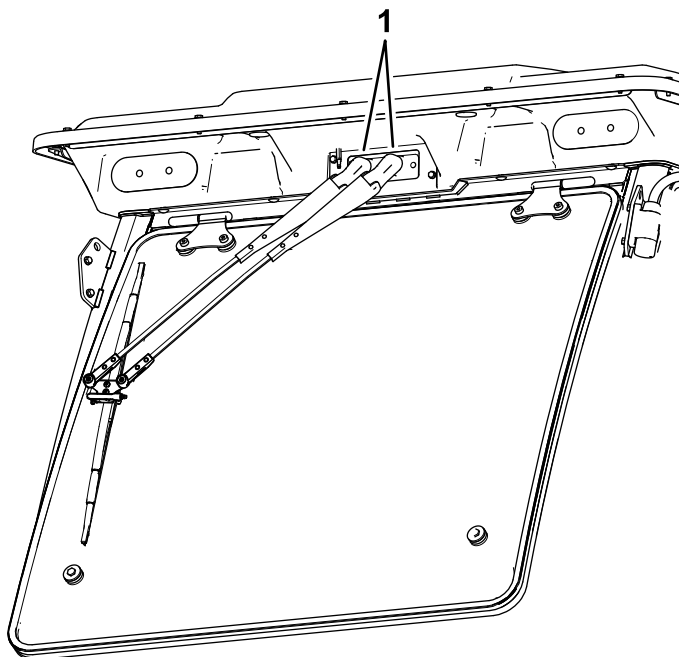

Figura 87
1. Rimuovete i tappi nella parte superiore dei bracci del tergicristallo (Figura 87).